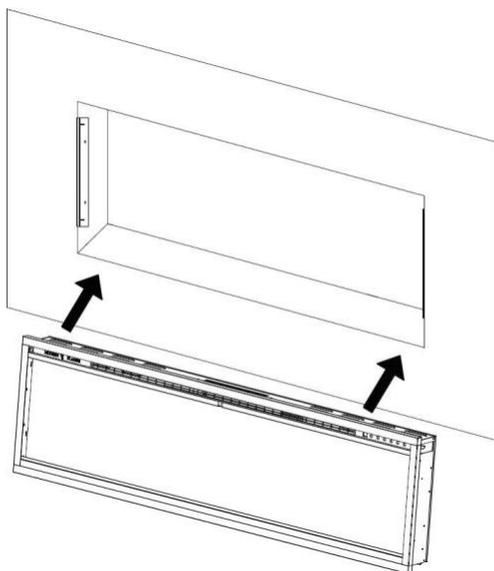
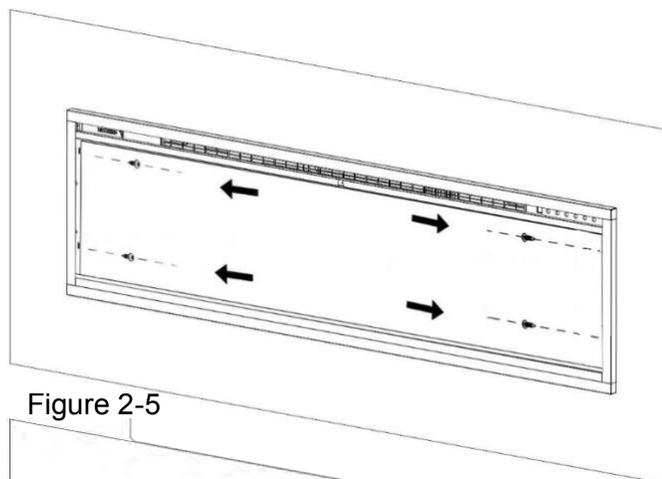

Figure 2-4
Figure 2-5
E. Insérez l'appareil dans le cadre d'encastrement (Fig. 2-4), puis fixez-le en installant 4 vis (fournies) dans les fentes situées à l'intérieur (2 par côté) (fig. 2-5). Réinstallez ensuite les deux supports et les 4 vis retirés précédemment. (Fig. 2-6).